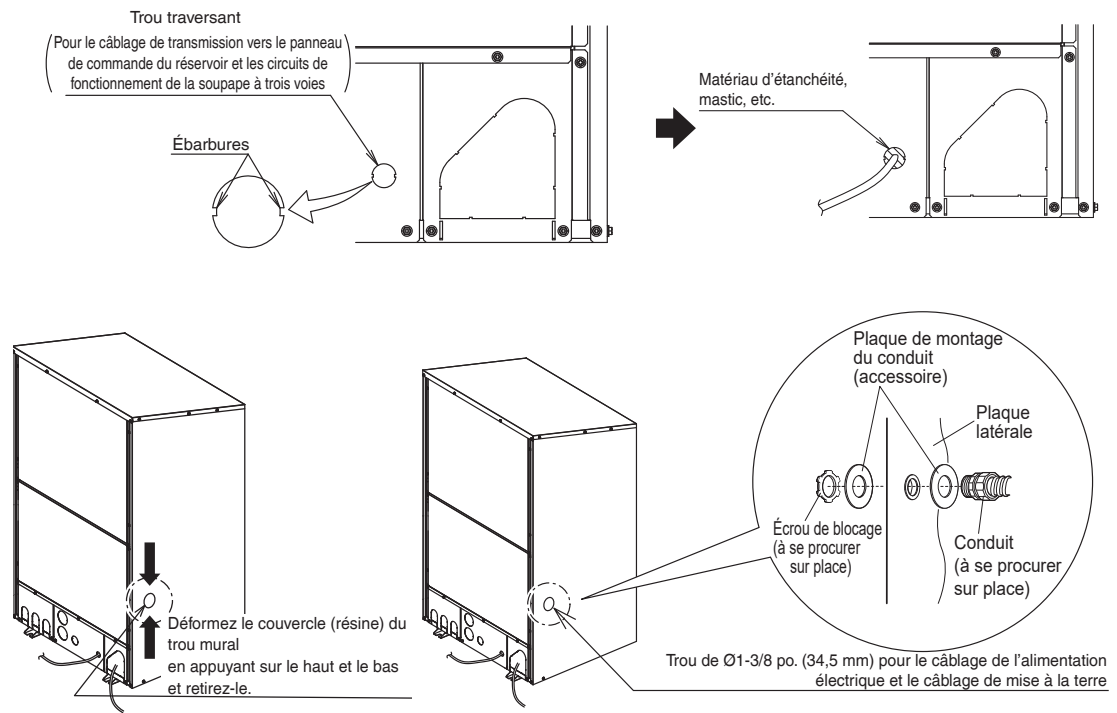

Fig. 17
- Ligne d'alimentation : Retirez le couvercle du trou mural comme indiqué ci-dessous et branchez la ligne d'alimentation à l'aide du conduit illustré dans la Fig. 17.